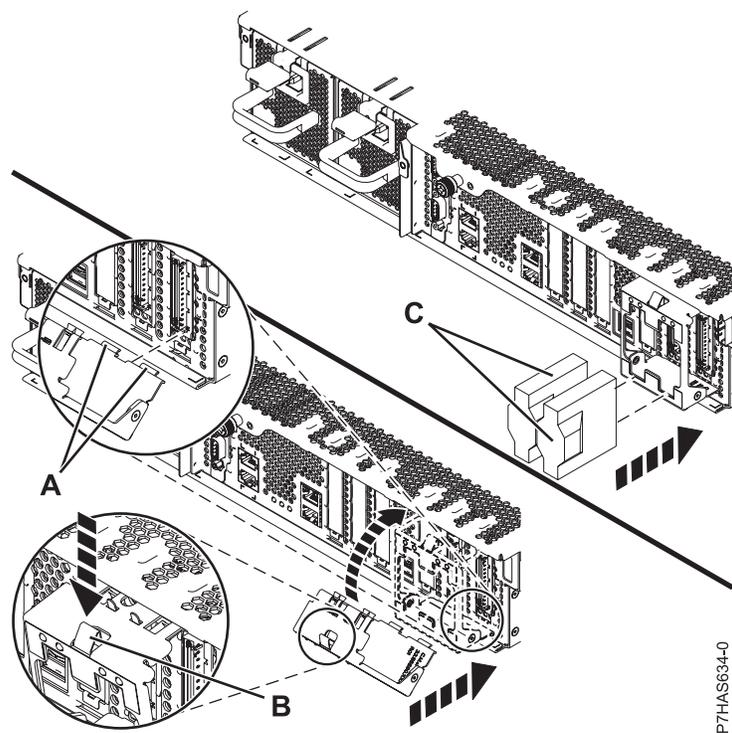

図 13. ケーブル保持ブラケットの取り替え
8. ケーブル保持ブラケット (15 ページの図 13 に示す) が提供されている場合は、以下のステップを実行します。
- a. ケーブル保持ブラケット (A) を 15 ページの図 13 に示されているように斜めにして、ブラケット下部にあるタブをアセンブリーのスロットにはめ込みます。
- b. ケーブル保持ブラケットをシャーシ方向へ回転させ、ブラケット・ファスナー (B) をシャーシの開口部に押し入れてブラケットを固定します。
9. システムの背面から、アダプター・ケーブル (C) を取り付けます。